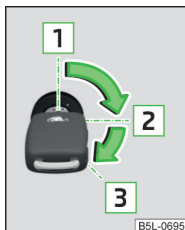

Bild 117
Positioner för bilnyckeln i tändlåset » bild 117
- Vrid nyckeln till läget **3** » bild 117 på sidan 94, motorn startar. Släpp nyckeln så startar motorn automatiskt.
- Vrid nyckeln till läget **1** » bild 117 på sidan 94.